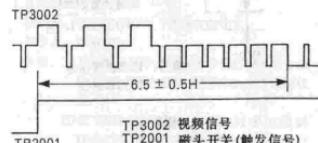

图2
- 步骤: ①示波器CH-1接TP2001;
②示波器CH-2接TP3002;
③放校正标准磁带(VFM8080HMFPH);
④调节VR2001N,使相位移为 6.5 ± 0.5 H,如图2所示。